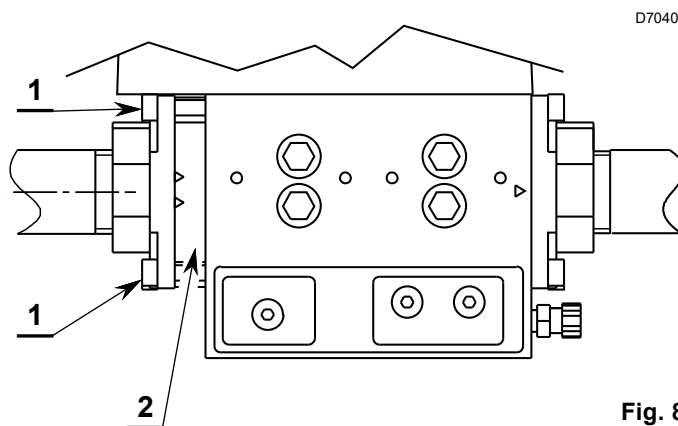

Fig. 8
- Controllare la tenuta della flangia (Fig. 8).